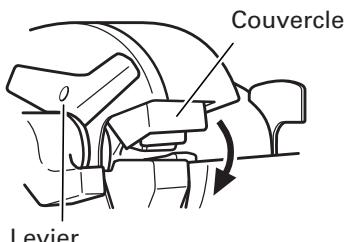

Fig. 16
- Vérifier impérativement que le couvercle du couteau est refermé lorsqu'on ne se sert pas de l'outil pour un travail de coupe. Si le couvercle reste ouvert, le couteau risque de se coincer dans des corps étrangers et de provoquer des blessures graves. (Fig. 16)
- Eviter tout travail de coupe dépassant les capacités maximales de l'outil données dans les spécifications. Ne jamais couper de matériaux durs, par exemple du béton préfabriqué (PC) ou de l'acier. Ce genre de matériaux risque de se fendre en éclats et de provoquer des blessures.